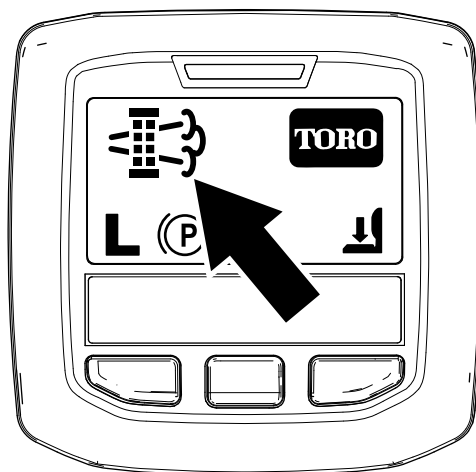

Figura 50
- Cuando el ordenador del motor solicita una regeneración con la máquina aparcada o una regeneración de recuperación, aparece el icono de solicitud de regeneración (Figura 50) en el InfoCenter.